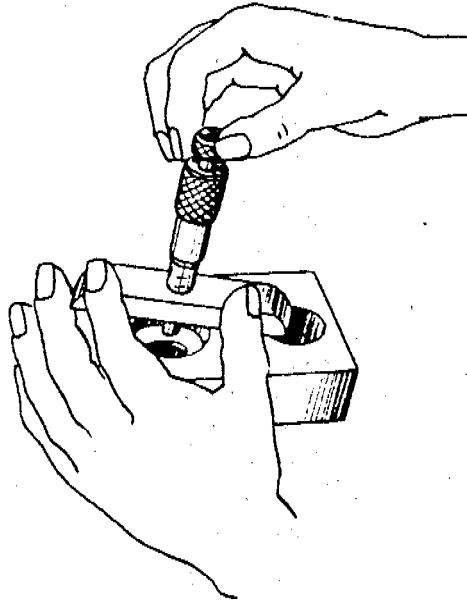

Figura 2
- Se apoya la base del instrumento fuertemente contra la superficie de referencia de la pieza ( Figura 2 ).